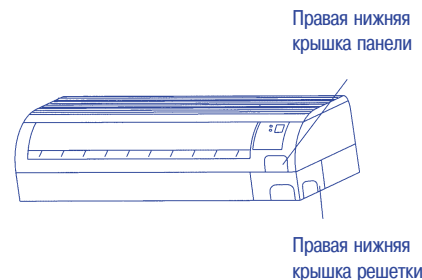

Рис. 14
2) Вывинтите винты и откройте крышку отсека клеммной колодки (рис. 14).